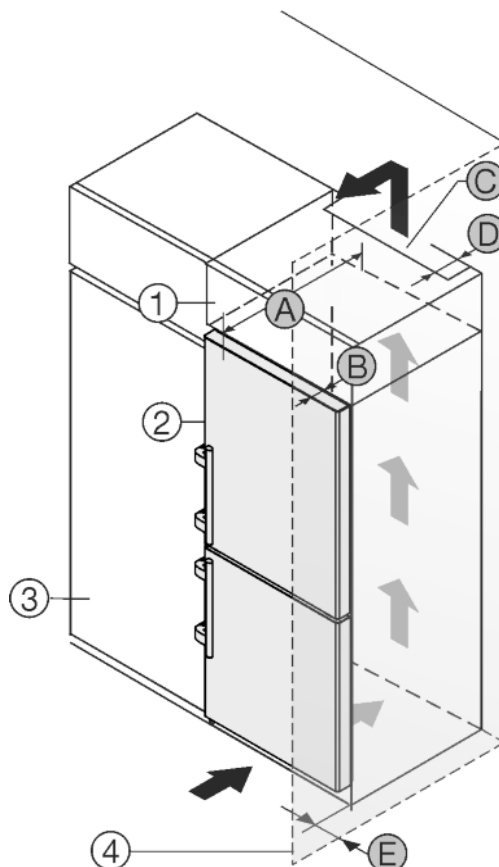

Fig. 12
Устройство может быть окружено кухонными шкафами. Чтобы уравнивать устройство *Fig. 12 (2)* по высоте с кухонной стенкой, можно установить над устройством дополнительный шкафчик *Fig. 12 (1)*.
Установить устройство можно непосредственно рядом с кухонным шкафом *Fig. 12 (3)*. Чтобы можно было полностью открыть двери, устройство должно выступать на глубину *Fig. 12 (B)* относительно передней стенки кухонного шкафа. В зависимости от глубины кухонных шкафов и использования пристенных распорок устройство может выступать и больше.
- На задней стенке дополнительного шкафчика должен быть вентиляционный канал с глубиной *Fig. 12 (D)* по всей ширине этого шкафа.
- Нужно соблюдать вентиляционное отверстие *Fig. 12 (C)* под нижней панелью.
Если устройство установлено на шарнирах у стены *Fig. 12 (4)*, то нужно соблюдать расстояние *Fig. 12 (E)* между устройством и стеной. Настолько выступает ручка при открытой дверце.